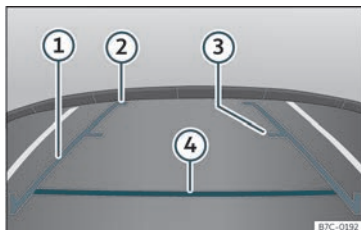

Fig. 248 Visualização no ecrã do sistema Easy Connect: linhas de orientação.
• A carga do veículo modifica a representação das linhas de orientação »» Fig. 248. A largura que as mesmas representam, diminui com o nível de carga. Preste atenção ao espaço envolvente quando o interior ou a bagageira estiverem carregados.
»» **Fig. 248**